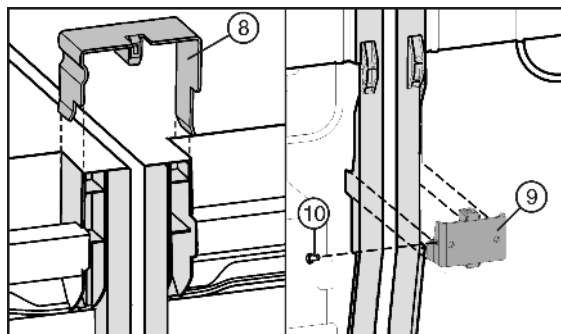

Fig. 7
- ▶ Verbindingsklem Fig. 7 (8) aan de bovenkant op de middelste zijwanden steken.
- ▶ Verbindingshoek Fig. 7 (9) aan de onderkant in de daarvoor bestemde uitsparing plaatsen.
- ▶ Indien de verbindingshoek te los zit, met schroef *Fig. 7 (10)* vastzetten.